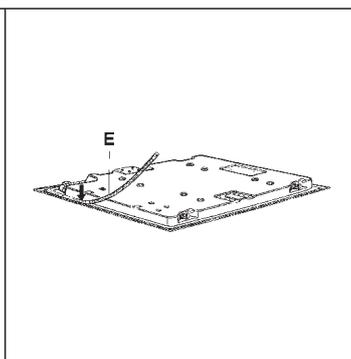

FIG. 9
- Vire a placa e posicione o lado adesivo da junta "E" correctamente (fig. 9) sob o bordo da placa de forma que o lado externo da junta fique perfeitamente encaixada no bordo perimétrica externa da placa. As extremidades das fitas devem encaixar-se sem ficarem sobrepostas.
- Para evitar possíveis contactos acidentais com a superfície da caixa do plano aquecida durante o funcionamento do mesmo, monte um elemento de separação em madeira e aperte-o com parafusos distância mínima do top 60 mm (fig. 9).